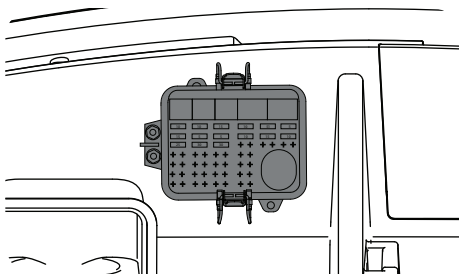

Figure 5-24
- Soulevez le couvercle du boîtier des mini-fusibles. Voir Figure 5-24.